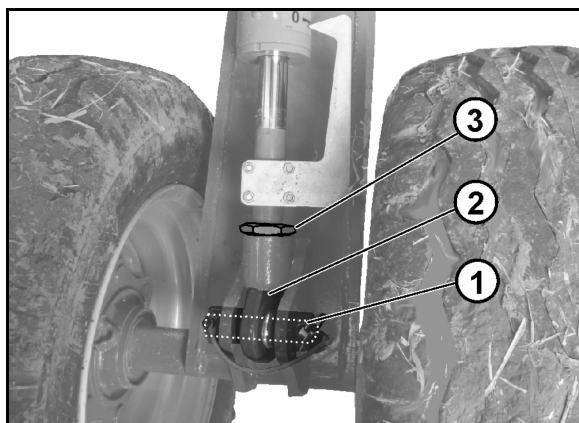

Fig. 48
- Montare la barra di sicurezza per la circolazione (Fig. 48/3)
- fissare i denti con perno di bloccaggio (Fig. 48/1) in posizione 2.